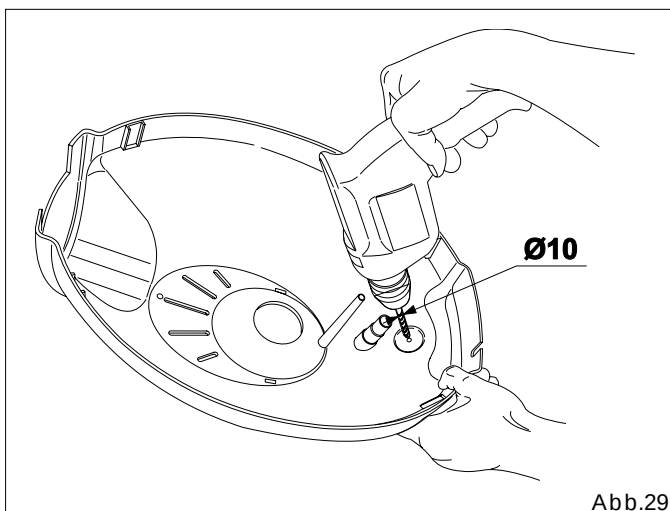

Abb.29
8.2 Das Gehäuse nehmen und mit einer Bohrmaschine von innen nach außen mit einem geeigneten Bohrer im vorgesehenen Bereich bohren (Abb.29).